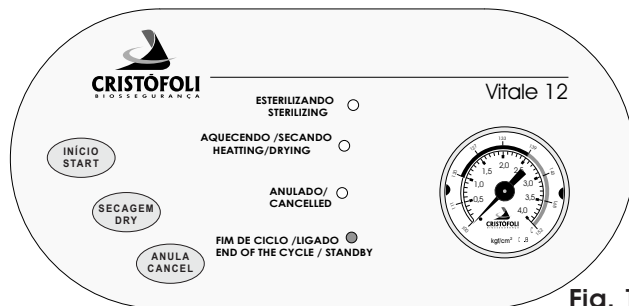
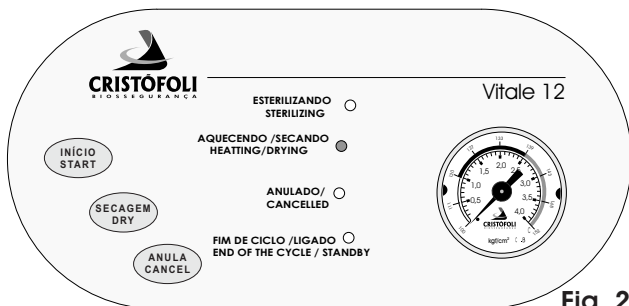

Fig. 19
Fig. 20
- Conecte o cabo de energia à tomada, o LED **Fim de Ciclo/Ligado** acenderá (Fig. 19). Aperte a tecla **INÍCIO**, nesse momento, a autoclave emitirá um bip, o LED **Aquecendo/Secando** estará aceso (Fig. 20), a autoclave iniciará então o aquecimento que poderá variar entre 10 e 30 minutos dependendo das condições de temperatura e altitude do local de trabalho, rede elétrica e quantidade de material carregado. Caso este não seja o primeiro ciclo do dia e a temperatura da autoclave estiver acima de 70 °C, ao apertar a tecla **INÍCIO**, a autoclave soará dois bips e voltará para o modo **Standby** com o LED verde aceso, aguarde mais alguns minutos e tente novamente;
f ► Ao término da esterilização a válvula solenóide se abrirá, poderá ser ouvido seu estalo de abertura e a autoclave soará 1 bip, nesse momento a autoclave despressurizará, ao término da despressurização, o manômetro indicará pressão “0”. A seguir a autoclave emitirá 10 bips e passará para o ciclo de secagem, o LED indicativo **Aquecendo/Secando** acenderá (Fig. 20, pág.13). **Neste momento é necessário que o operador entreabra a porta para a secagem** (Fig. 22).
- 4 ► Caso o material não esteja completamente seco, pode-se optar pela função de secagem extra: mantenha a porta entreaberta, acione a tecla **SECAGEM**. O LED “**AQUECENDO/SECANDO**” acenderá (Fig. 20), o que indica o início do ciclo de 20 minutos. Este ciclo poderá ser interrompido, acionando-se a tecla **ANULA**, caso o operador constate que o material já esteja seco;